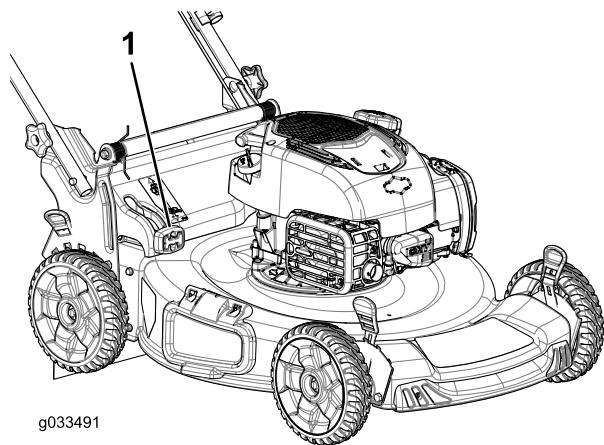

Figura 22
- **Para ensacar los recortes de hierba y hojas,** presione el botón de la palanca de ensacado a demanda y mueva la palanca hacia delante hasta que salte el botón de la palanca (Figura 22).